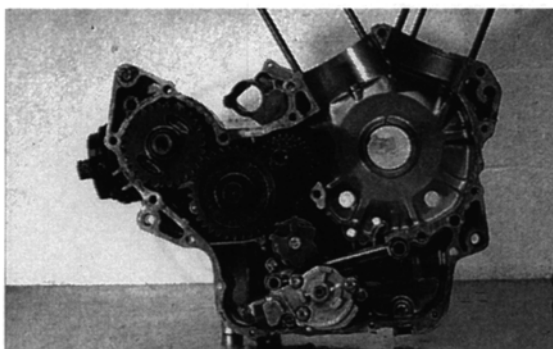

Bild 151
- Kurbelwelle per Ölspritzkanne mit Ölfüllung versehen, MoS₂-Paste auf Hauptlagerschalen und Kurbelzapfen auftragen (Bild 151) und Welle in linke Gehäusehälfte einsetzen.